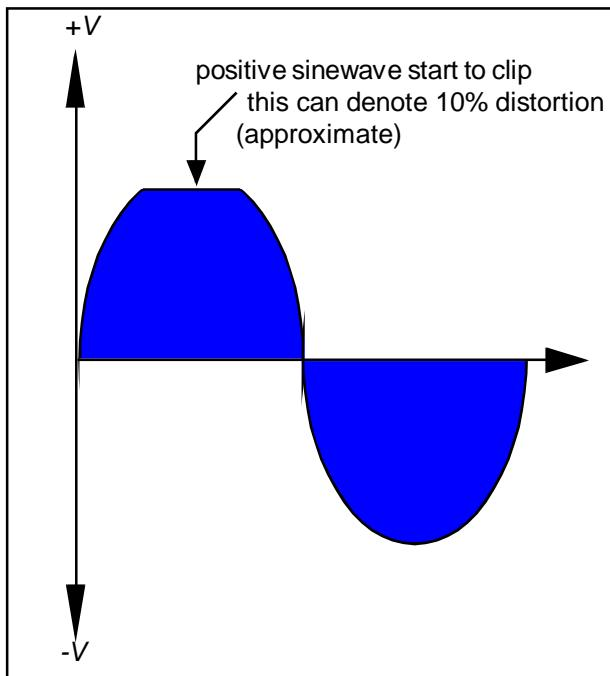

Figure 15 : The sinewave start to clip
- [4] Sa Audio Generator, i-increase ang amplitude kaunti, may makikita ka na sinewave sa oscilloscope, mayroon ka rin reading sa distortion meter at AC meter. I-increase ang amplitude habang nakitingin sa Distortion meter % reading, hanggang maging 10% ang distortion, itigil ang amplitude. Makikita mo rin dito na ang Sinewave peaks ay mayroon clipping, gaya ng nasa Figure 15.
In actual, I performed the setup in Figure 12(A) minus the distortion meter, since I do not have a distortion meter. Ang point of reference ko na lang ay, kung mag-clip na ang sinewave - positive or negative, dito ko na i-read ang Vrms voltage swing sa load, see Figure 15.